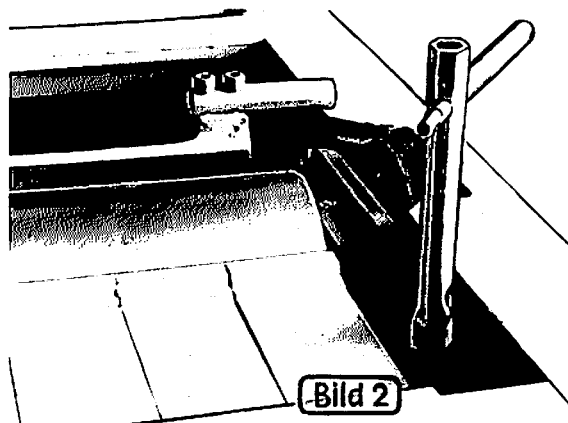

Bild 2
- 4.) Sechskantschraube wie auf Bild 2 sichtbar entfernen.